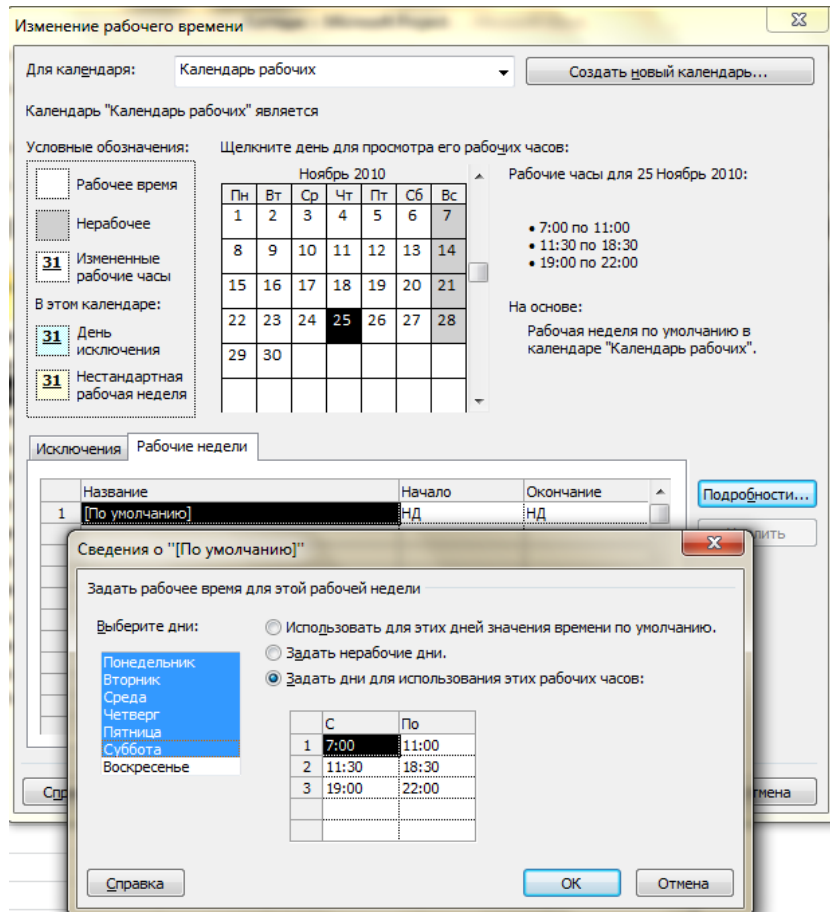

Рисунок 6.1 Задание свойств календаря рабочих
5. В окне «Сведения о «По умолчанию»» выбрать (выделить левой кнопкой мыши) первые шесть дней недели, выбрать переключатель «Задать дни для использования этих рабочих часов» и ввести рабочие часы, Рисунок 6.1.